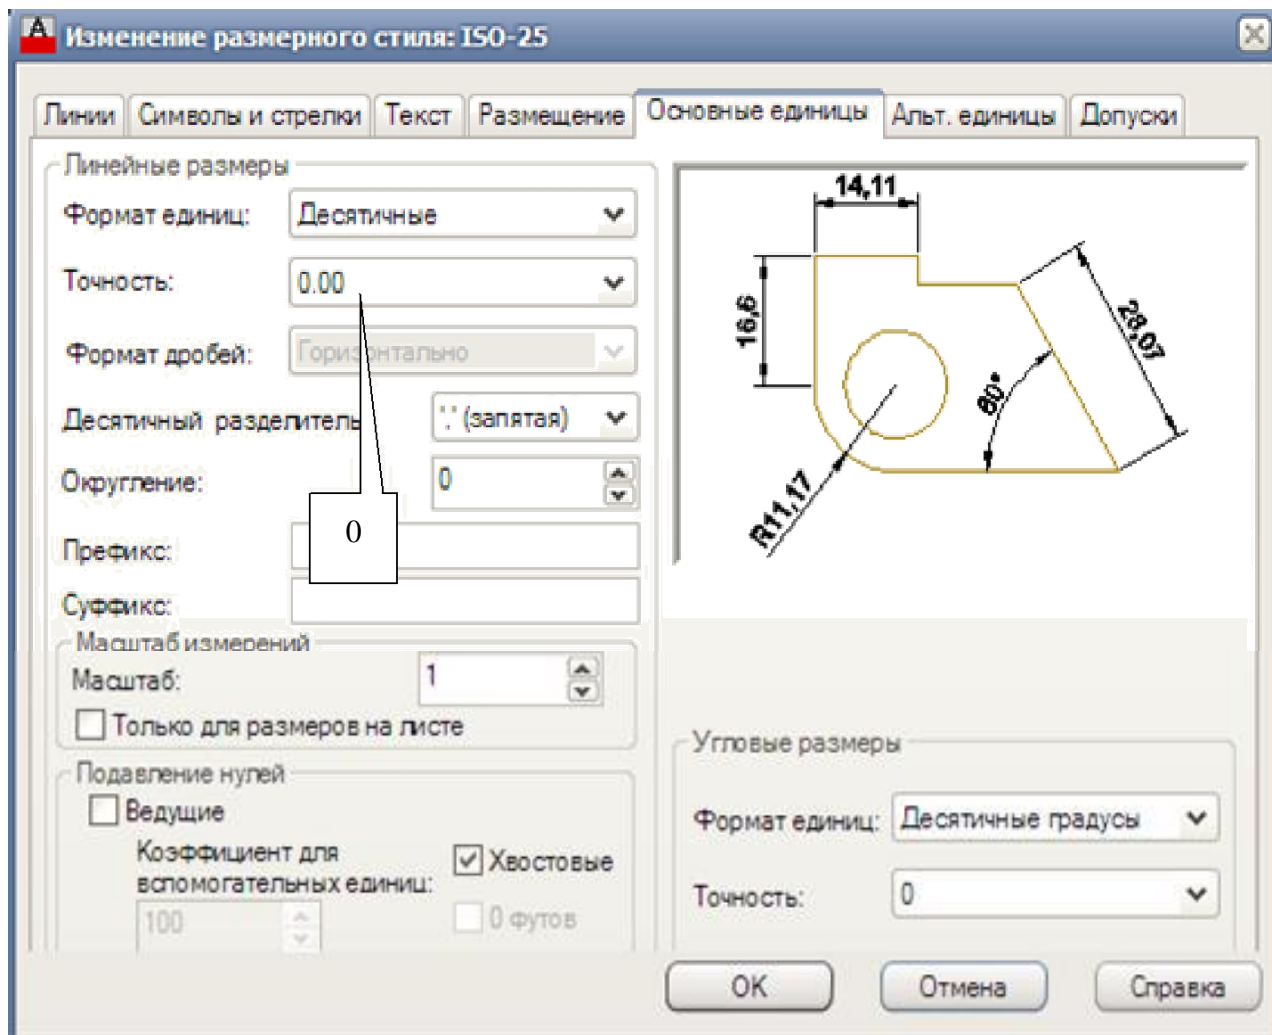

Рис. 3.11. Окно **Изменение размерного стиля: ISO-25 (Modify Dimension Style: ISO-25)** вкладки **Основные единицы (Primary Units)**
– вкладка **Основные единицы (Primary Units)** → **Точность (Precision)** – 0 (рис. 3.11).